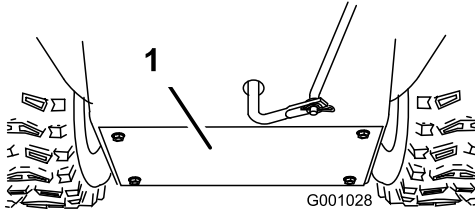

Figure 43
3. Retirez le couvercle arrière (**Figure 43**).